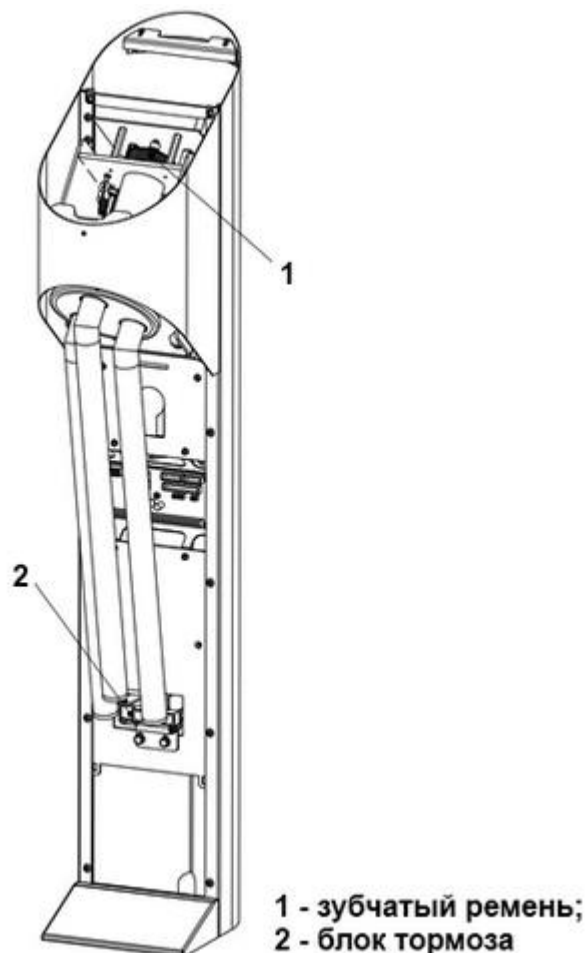

Рисунок 21 – Зубчатый ремень турникета (центральная стойка турникета)
3.6.4 Проверить состояние зубчатого ремня и его натяжение (Рисунок 21 – 1).
3.6.5 Проверить общее состояние резиновой пластины блока тормоза (Рисунок 21 – 2).